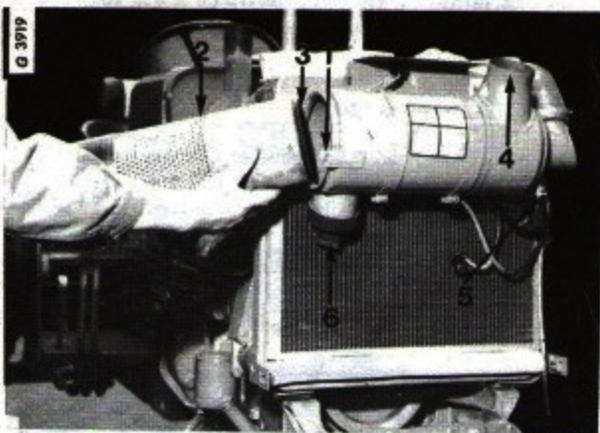

Fig. 56
L'air pénètre dans le filtre par le goulot d'admission et est animé d'un mouvement tourbillonnaire lorsqu'il passe dans les ailettes du goulot (4), Fig. 56. Les impuretés sont séparées de l'air par la force d'inertie créée par ce mouvement, et sont rejetés dans le vide-poussière automatique (6). L'air préfiltré pénètre dans l'élément de filtre qui sépare les dernières impuretés.
Fig. 56 dans la cuve de filtre et verrouillez.